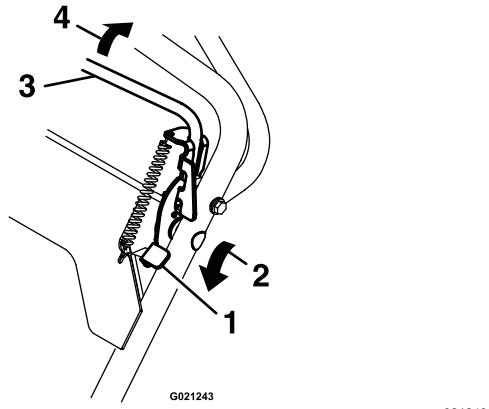

Figura 13
2. Empuje la palanca de bloqueo de la barra de control de las cuchillas hacia adelante para liberar la barra de control de las cuchillas (Figura 13).